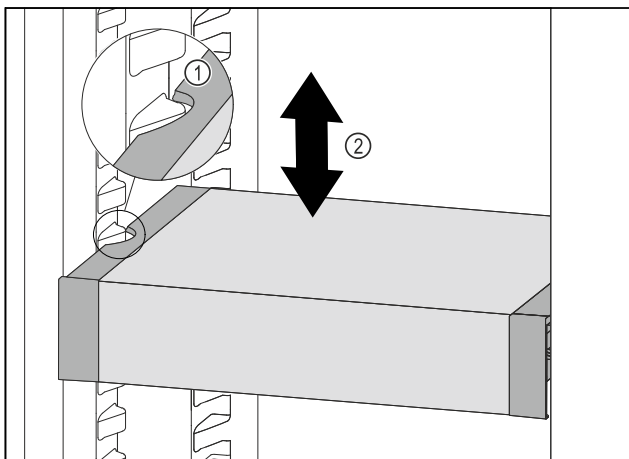

Fig. 67
- ▶ Vedä VarioSafe-laatikkoa ulospäin, kunnes VarioSafen sivuilla olevat lovet ovat jääkaappiosassa olevien kotelokiilojen tasolla. Fig. 67 (1)
- ▶ Siirrä VarioSafe-laatikkoa ylös- tai alaspäin jääkaappiosassa haluttuun korkeuteen. Fig. 67 (2)